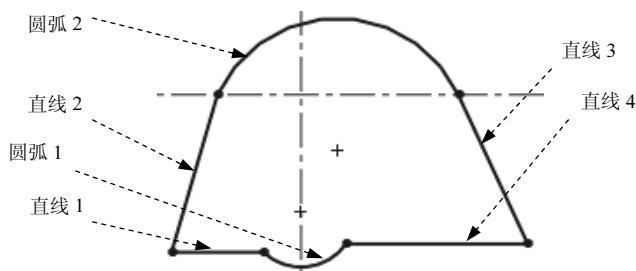
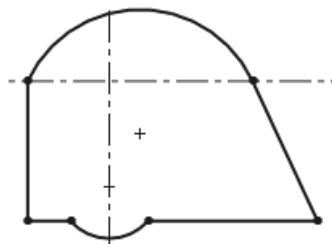

图 7.3 绘制草图实体大概轮廓
图 7.4 添加约束
Step 2 在图形区绘制图 7.3 所示的草图实体大概轮廓。
按住 Ctrl 键, 选择图 7.3 所示的直线 4 与直线 1 及水平中心线, 系统弹出“属性”对话框, 在 **添加几何关系** 区域单击 **水平(H)** 按钮。按住 Ctrl 键, 选择图 7.3 所示的圆弧 2 与直线 3, 系统弹出“属性”对话框, 在 **添加几何关系** 区域单击 **相切(A)** 按钮。按住 Ctrl 键, 选择图 7.3 所示的直线 2, 系统弹出“属性”对话框, 在 **添加几何关系** 区域单击 **垂直(V)** 按钮。按住 Ctrl 键, 选择图 7.3 所示的直线 1 与直线 4, 系统弹出“属性”对话框, 在 **添加几何关系** 区域单击 **共线(L)** 按钮 (因草图轮廓的不同, 其他所需约束请读者自己根据需要添加)。约束后的图形如图 7.4 所示。